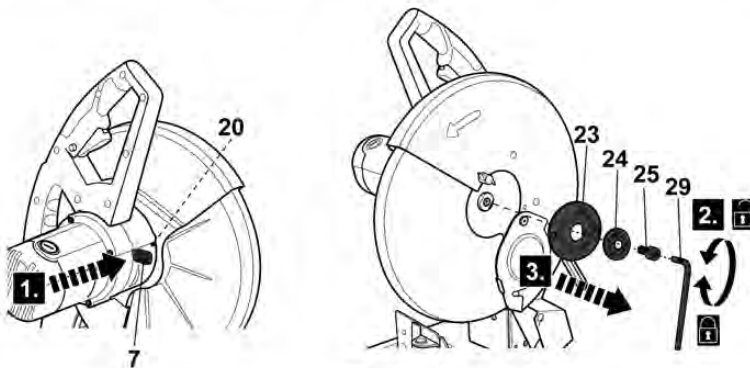

Fig. 12
- > Mientras sujeta el botón de bloqueo del husillo (7) en posición, afloje el perno de bloqueo (25) con la llave hexagonal (29) y retírelo junto con la arandela (24) y la brida de apriete (23) (Fig. 12).